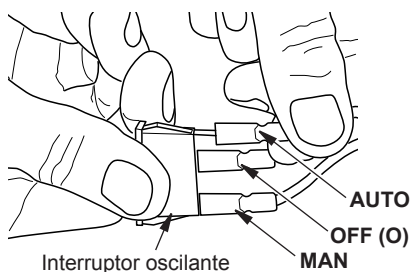

Figura 15 - Conexión de cables a interruptor oscilante
5. Conecte el AUTO, OFF, cables MAN a las tres lengüetas macho correspondientes del interruptor (consulte la Figura 15).